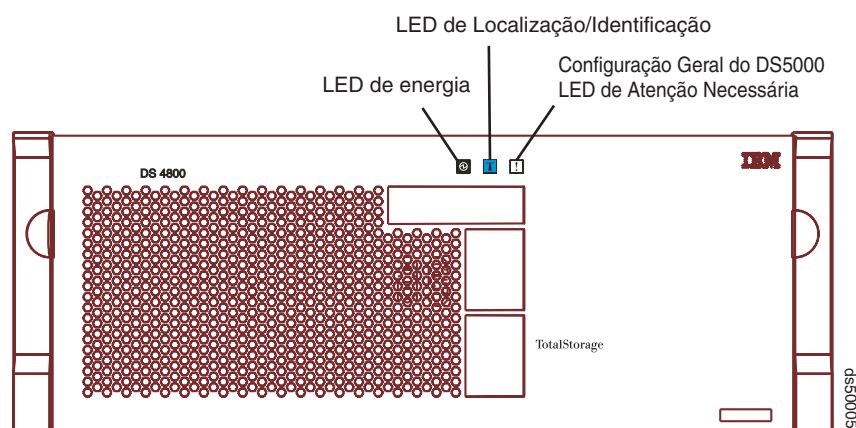

Figura 123. LED de Atenção Necessária Geral da Configuração no Painel Frontal do DS5100 e DS5300
2. Localize o subsistema de armazenamento que contém o módulo SFP com falha verificando o LED de Atenção Necessária Geral da Configuração no painel frontal do subsistema de armazenamento (A Figura 123 mostra o local do LED de Atenção Necessária Geral da Configuração no painel frontal).